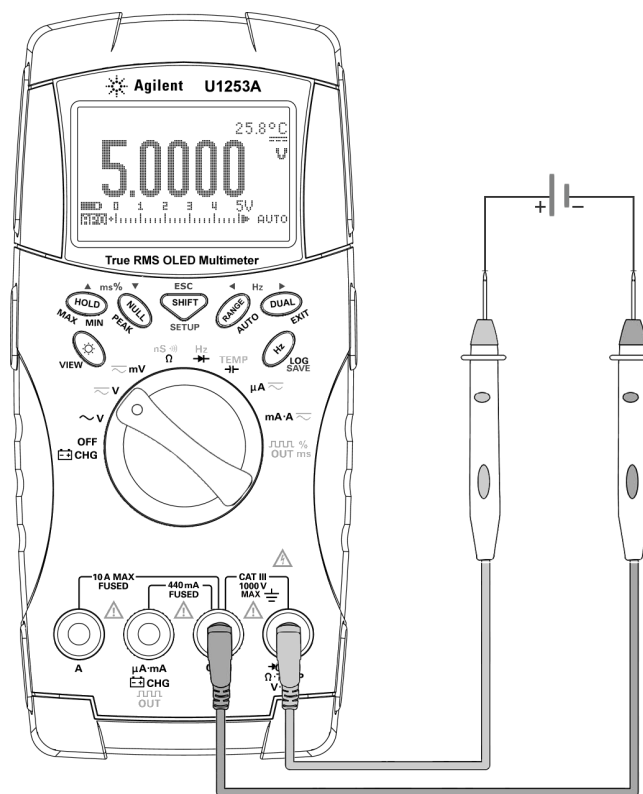

Figura 2-2 Misurazione della tensione CC
- 3 Collegare i puntali di misura rosso e nero rispettivamente ai terminali di ingresso **V.mV (rosso)** e **COM (nero)** (consultare la Figura 2-2).